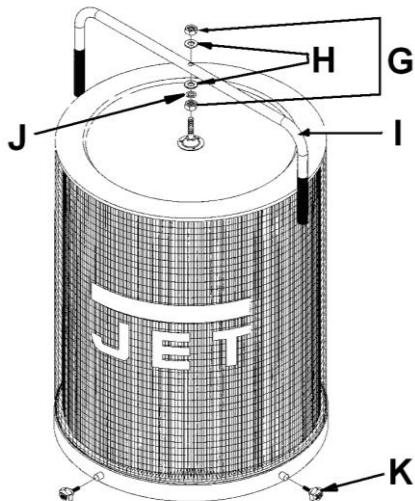

Fig 11
Fixer la poignée (I, Fig 11) avec 2 écrous (G) des rondelles (H) et une rondelle élastique bombée (J).
Pour nettoyer la cartouche (DC-1100CK), opérer quelques tours avec la poignée (I, Fig 11) afin que les poussières accumulées tombent dans le sac.